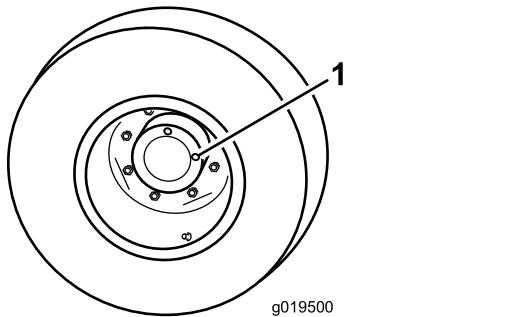

Bild 80
1. Positionieren Sie das Rad so, dass eine Prüfschraube auf 12 Uhr und die andere auf 3 Uhr steht (**Bild 80**). Parken Sie die Maschine auf einer ebenen Fläche, aktivieren Sie die Feststellbremse, senken die Mähwerke ab, stellen den Motor ab und ziehen den Schlüssel ab.
1. Prüf-/Ablassschraube (2)
2. Entfernen Sie die Schraube, die auf 3 Uhr steht (**Bild 80**).